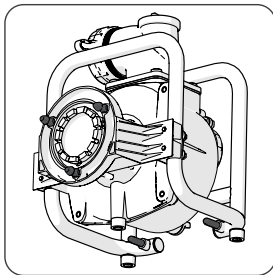

Abb. 8 (3 locating pins & 2 stabilizing pins highlighted)
- Halten Sie die 3 Fixierstifte und 2 Stabilisierungsstifte sauber und besprühen Sie sie gelegentlich leicht mit einem Silikonöl. (Abb. 8)